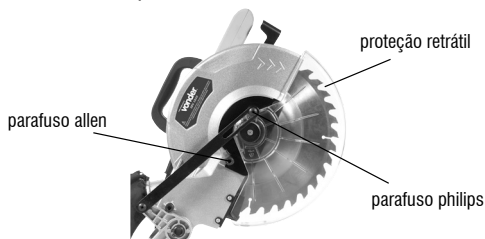

Fig. 12 – Procedimento para trocar a lâmina de serra
- Abra a proteção retrátil para a posição mais elevada (fig. 12);
- Posicione a capa de proteção retrátil (fig. 12);